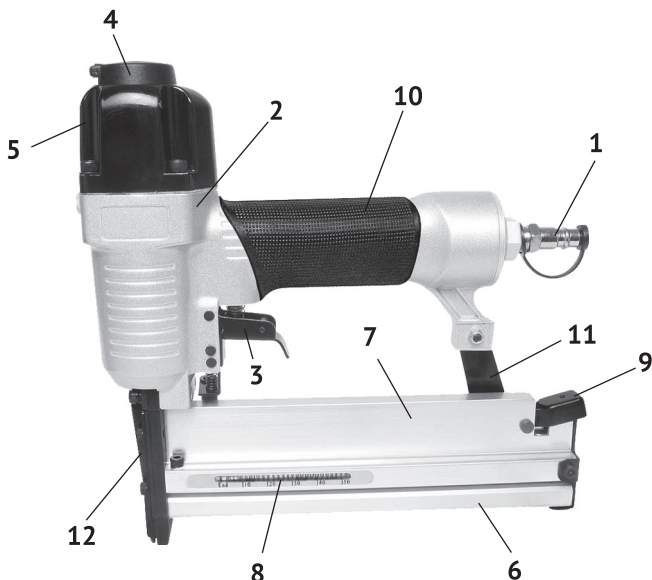

рис. 1
4.1 Общий вид нейлера схематично представлен на рис. 1
Основные элементы нейлера: регулятор давления, ударный механизм и пусковое устройство расположены в металлическом корпусе (рис.1 поз.2), выполненном заодно с рукояткой (рис.1 поз.10). Рукоятка закрыта накладкой из виброгасящего материала. В торце рукоятки (рис.1 поз.10) находится штуцер подвода сжатого воздуха (рис.1 поз.1).
В верхней части крышки цилиндра (рис.1 поз.5) расположен регулятор давления (рис.1 поз.4), которым регулируется сила удара бойка.
В нижней части инструмента расположен магазин для кассет с крепёжными элементами (гвозди, скобы). Основание магазина (рис.1 поз.6) жёстко закреплено: впереди к ударной части инструмента, в задней части к суппорту рукоятки (рис.1 поз.11). Крепёжные элементы – гвозди, скобы, являются основным рабочим инструментом нейлера.
Включение нейлера осуществляется нажатием на курок включения (рис.1 поз.5), расположенный под рукояткой (рис.1 поз.10). Отпущенный курок, пружиной возвращается в исходное положение – выключено (прекращена подача сжатого воздуха).
- нажать на фиксатор магазина (рис.1 поз.9);
- выдвинуть (на себя) крышку магазина (рис.1 поз.7);
6.4 Перед соединением шланга для подачи воздуха с нейлером, его необходимо предварительно продуть. Добавьте 4 - 5 капель масла во входной штуцер (рис.1 поз.1) нейлера для смазки внутренних механизмов.
- подсоедините один конец воздушного шланга к компрессору, а второй – к входному штуцеру (рис.1 поз.1) пневматического нейлера;
- проверить результат: если крепёжный элемент забит не до конца – регулятором давления (рис.1 поз.4) увеличить силу удара (давление воздуха). Если на обрабатываемой поверхности виден след от боя, уменьшить силу удара регулятором;
- контролировать наличие крепёжных элементов в магазине через окно контроля (рис.1 поз.8);